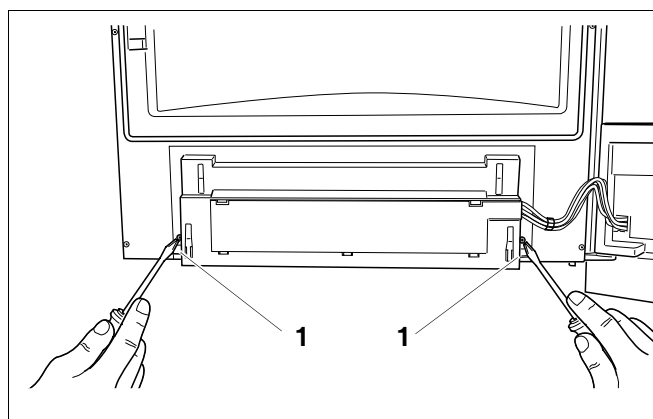

Fig. 126 Skruerne løsnes
- Løsn betjeningsfeltets 2 skruer på bagsiden af kedeldøren (fig. 126, **pos. 1**).